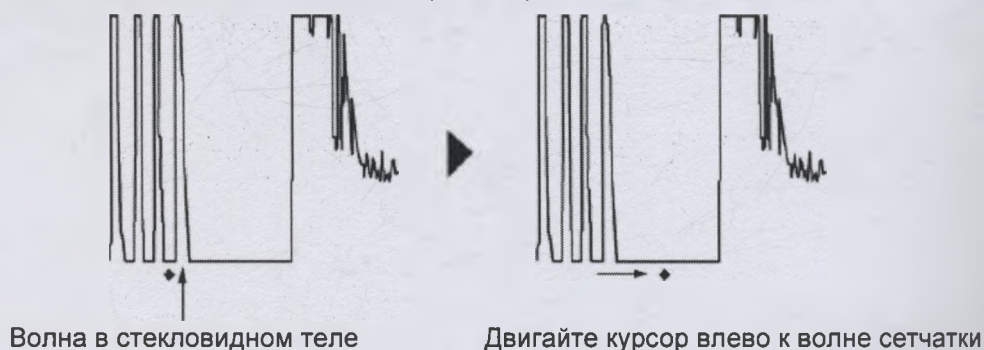

Рис.2
- 1) Убедитесь в том, что курсор сетчатки (1) активен. Если это не так, коснитесь кнопки "Retina" (2) для включения курсора сетчатки.
- 2) Коснитесь кнопок управления курсором (3) для перемещения курсора сетчатки (1) влево относительно волны сетчатки (Рис. 2).